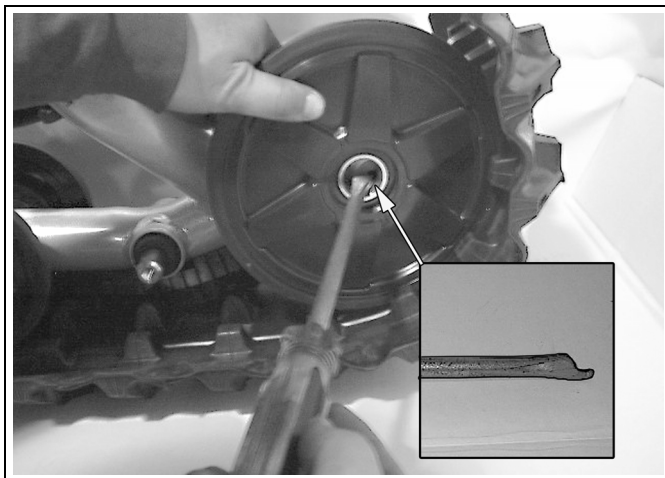

Figure 17
- Si on travaille ensuite sur le système de traction arrière, réinstaller les roues de 132 mm . Voir la Figure 17.